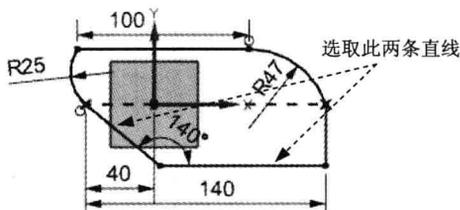

图 1.9 标注角度尺寸
(5) 添加角度尺寸标注。选择图 1.9 所示的两条边，系统自动生成角度尺寸，选择合适的放置位置单击，在系统弹出的动态输入框中输入 140，结果如图 1.9 所示。